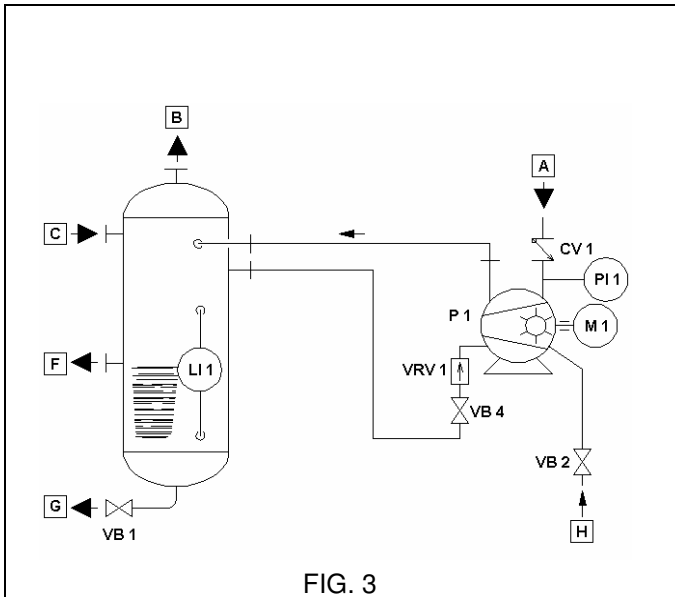

FIG. 3
- **Frischflüssigkeitsbetrieb (FIG. 3)**